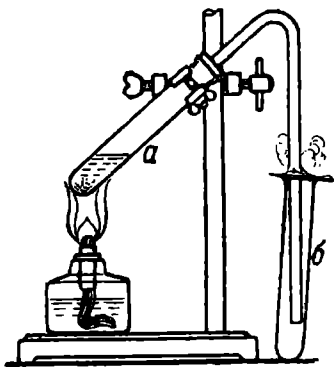

Рис. 93. Получение хлористого водорода.
■ *Опыт.* Соберите прибор, как на рис. 93. На газоотводную трубку наденьте кусочек бумаги, чтобы он прикрывал сухую пробирку *б*, в которую вы будете собирать хлористый водород. Поместите в пробирку *а* столько поваренной соли, сколько показано на рисунке. Прилейте немного концентрированной серной кислоты и, вставив пробирку с трубкой, собирайте газ в пробирку *б*, осторожно нагревая пробирку *а*.